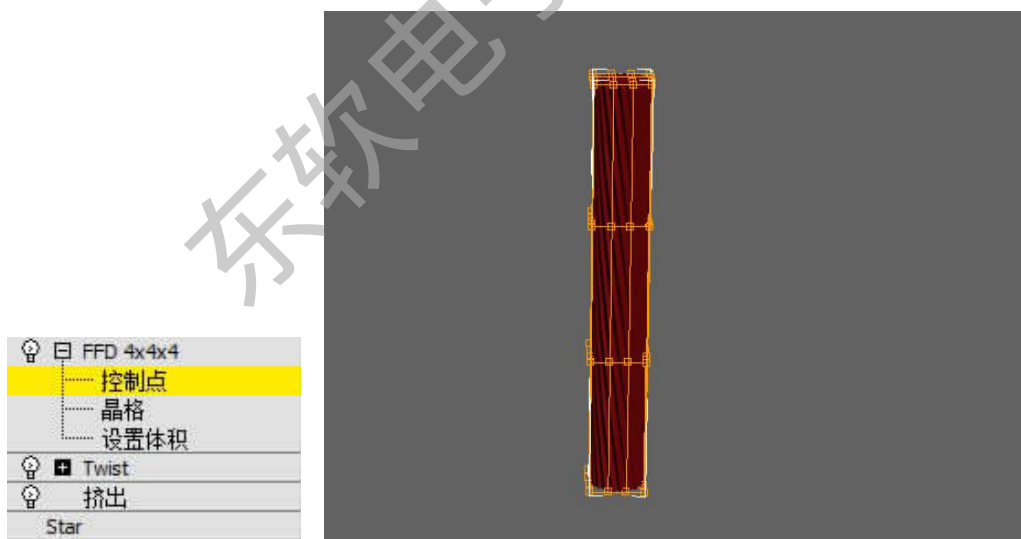

图 2-64 使用 FFD 修改器
Step 8. 进入  修改面板, 在修改列表中选择 FFD 4×4×4 修改器, 进入如图 2-64 所示。